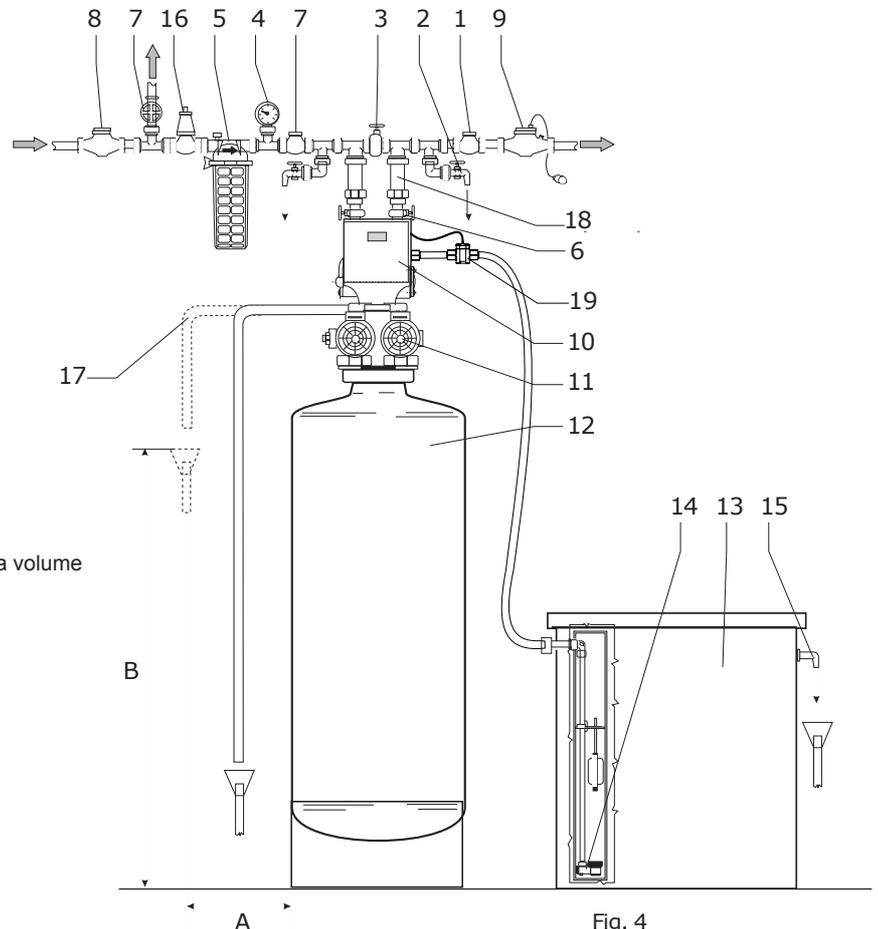

Fig. 4
- Allacciare idraulicamente come da schema Fig. 4, collegando l'entrata acqua dura e l'uscita acqua addolcita così come indicano le frecce sulla valvola.